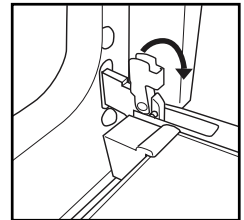

Fig. 1
2. Soulevez les deux loquets en les poussant au maximum vers l'avant (fig. 1).
1. Insérez la grille horizontalement, avec la partie surélevée « A » orientée vers le haut (Fig. 1).